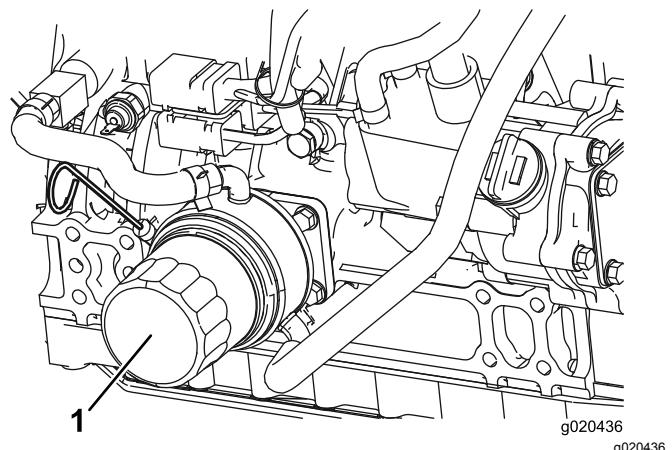

Figura 30
2. Retire el filtro de aceite (Figura 30). Aplique una capa ligera de aceite limpio al filtro nuevo antes de enroscarlo. No apriete demasiado.